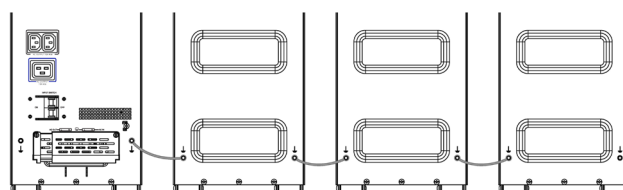

Fig. 42. Unión de varios EBM con enlaces de tierra adicionales.
2. Para añadir más de 2 EBM son necesarios cables de tierra adicionales (sección de 10 mm²) (Fig. 42).